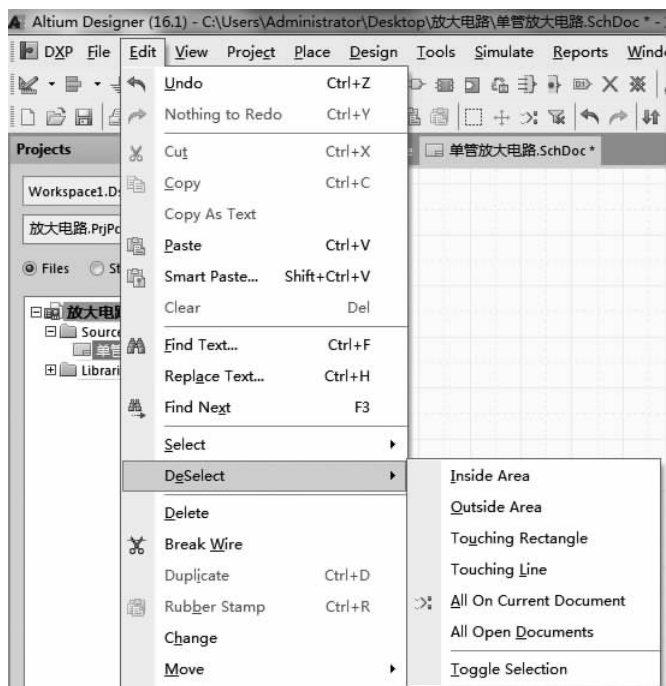

图 2-37 “DeSelect”的子菜单
②解除多个对象的选取状态。当有多个对象被选中时,如果想一次解除所有对象的选取状态,只需在图纸上非选中区域的任意位置单击即可。
(3)用菜单命令解除目标对象的选取状态。执行“Edit”→“DeSelect”菜单命令可解除元件的选取状态。“DeSelect”的子菜单如图 2-37 所示。